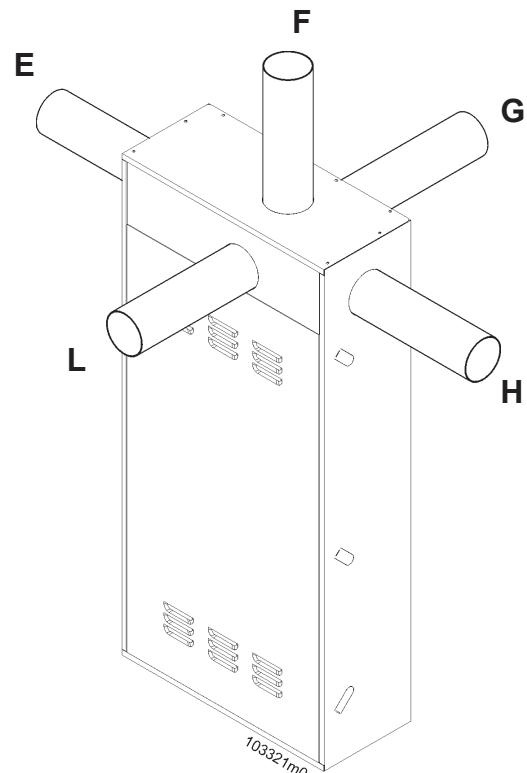

Figura 5-19 - Possibilità di orientamento dello scarico e della aspirazione con condotto coassiale.
In Figura 5-19 sono mostrate le possibilità di orientamento del condotto coassiale o del condotto singolo (qualora si decida di aspirare l'aria dall'interno dell'unità da incasso). Le posizioni ove si può orientare lo scarico/aspirazione, sono:
- 1.-scegliere il lato ove si vuole orientare lo scarico (vedi Figura 5-19);